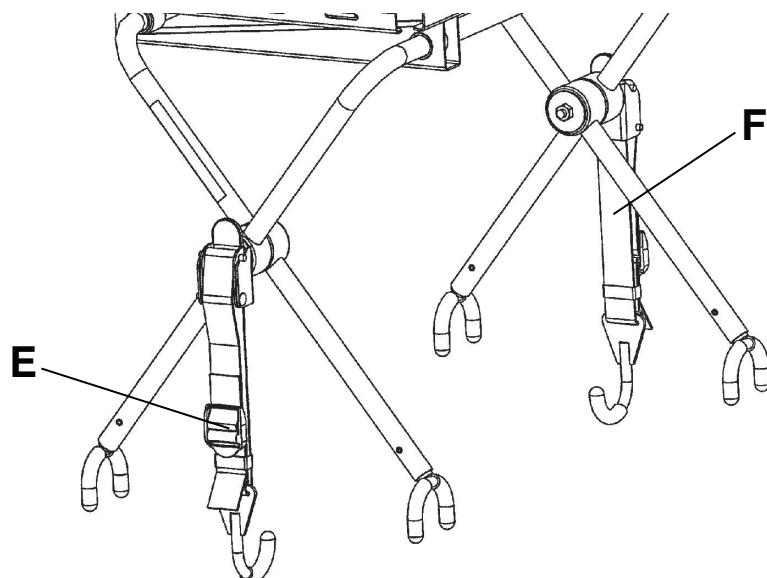

Figura 20 – Acoplamiento de la plataforma para el desfibrilador a la camilla
9. Fije las correas (E) para sujetar el desfibrilador sobre su plataforma (Figura 20).